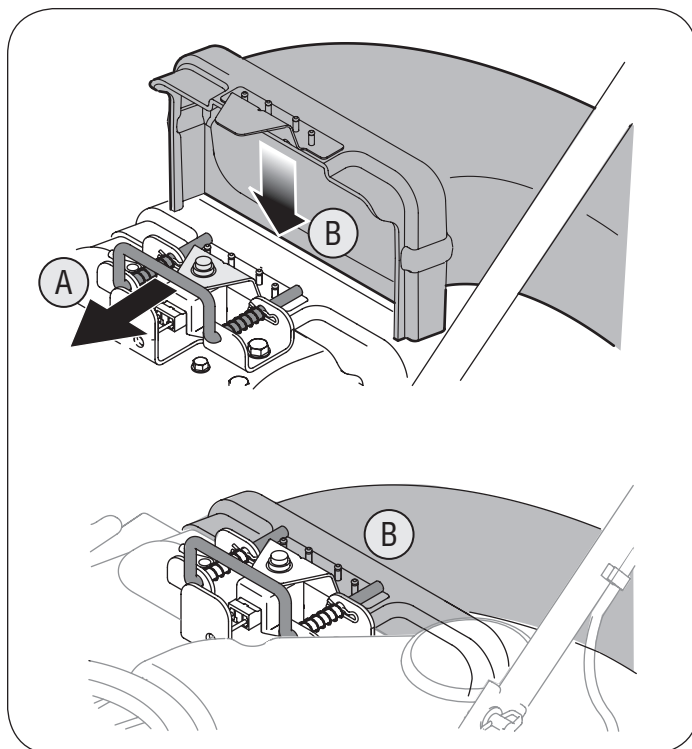

Figura 8
1. a. Tome el canal de soplado con una mano y deslice la varilla de seguridad del soporte de montaje hacia el motor con la otra mano. Use el extremo del soporte de montaje como palanca cuando deslice la varilla de seguridad. Vea la figura 8.